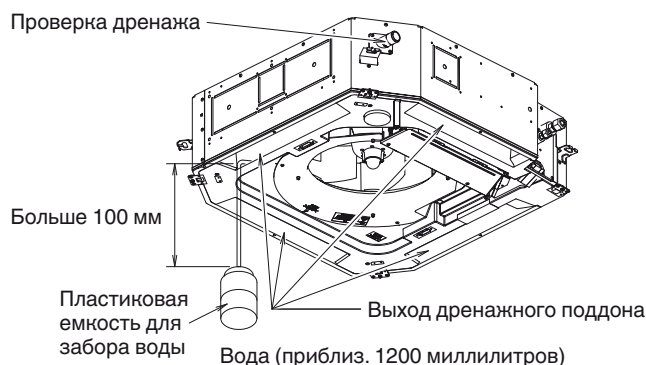

Рис. 3-12
- (1) Подсоедините питание к клеммной панели питания (клеммы L, N) внутри отсека электрических компонентов.
- (2) Медленно налейте около 1200 миллилитров воды в дренажный поддон, чтобы проверить дренаж. (Рис. 3-12)
- (3) Замкните проверочный контакт (СНК) на внутреннем блоке управления и включите дренажный насос. Проверьте течение воды через прозрачную дренажную трубу и отсутствие каких-либо утечек.
- (4) После завершения проверки дренажа разомкните проверочный контакт (СНК) и установите на место крышку трубы.
- (5) Контрольные точки после установки